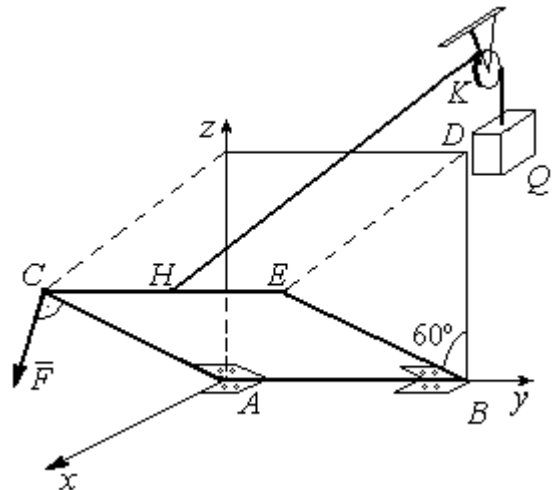

Рис. 1.44. Равновесие фрамуги
**Задача 15.** Прямоугольная фрамуга  $ACEB$  весом  $P = 50$  Н, закрепленная в точках  $A$  и  $B$  цилиндрическими шарнирами, открыта на угол  $60^\circ$  (рис. 1.44). На фрамуге в точке  $H$  закреплена верёвка, другой конец которой, переброшенный через невесомый блок  $K$ , несёт груз  $Q$ . При этом линия верёвки  $HK$  параллельна прямой  $ED$ . На фрамугу действует сила  $\vec{F}$ , приложенная в верхнем углу в точке  $C$  перпендикулярно плоскости фрамуги и равная по величине  $F = 15$  Н.